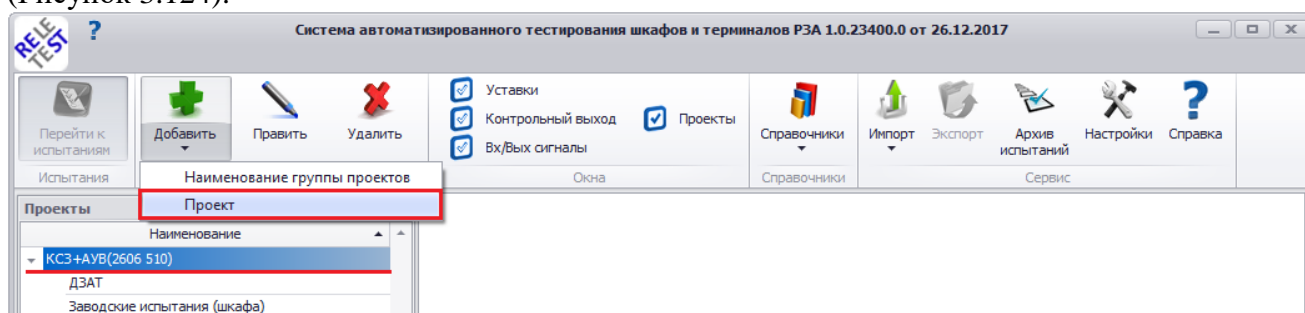

Рисунок 3.124
- в мобильном окне «Проекты» выделить левой клавишей мыши наименование группы проектов или проект (если он уже имеется), нажать на стрелочку, расположенную ниже кнопки «Добавить» на панели управления, и выбрать из появившегося списка пункт «Проект» (Рисунок 3.124).